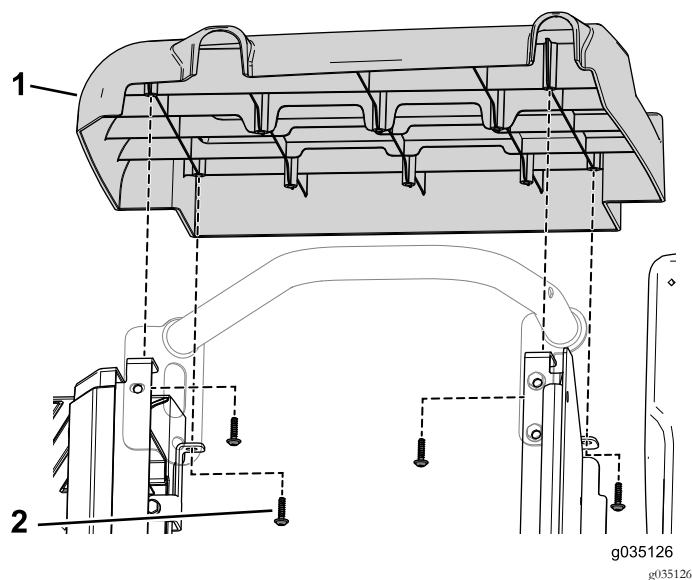

Figure 55
- Retirez les 4 vis autotaraudeuses qui fixent le couvercle latéral droit sur la machine (Figure 55).